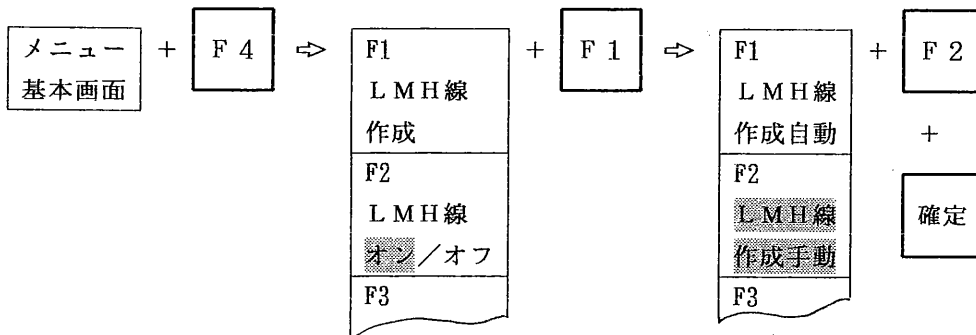

図 9.3.5 LMH線手動作成の手順
- ① 先ず探触子を走査して、最もエコーが高くなった位置でも、そのエコーが飽和しないように、ゲインを調整します。
- ② メニューエリアにメニュー基本画面が表示されている状態で、選択キー〔F 4〕を1回押します。図 9.3.5のような選択メニューが表示されます。